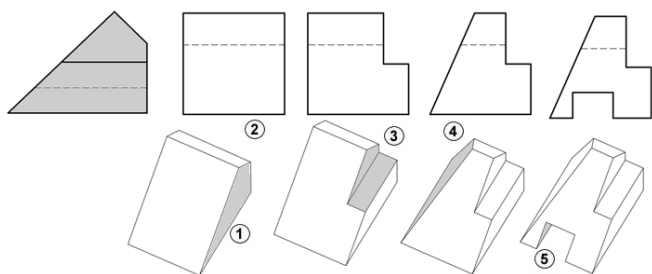

图 3-15 用正视图作为基本特征
分析：俯视图形体特征不明显，若用正视图轮廓作为最基本的特征（如图 3-15 中①所示），得到的左视图如图 3-15 中②所示。与题目对比后可知还需要在前上方切割一个长方体（如图 3-15 中③所示），后方用平面切除一个三棱柱（如图 3-15 中④所示），下方切割一个长方体（如图 3-15 中⑤所示），才能得到所要的结果。